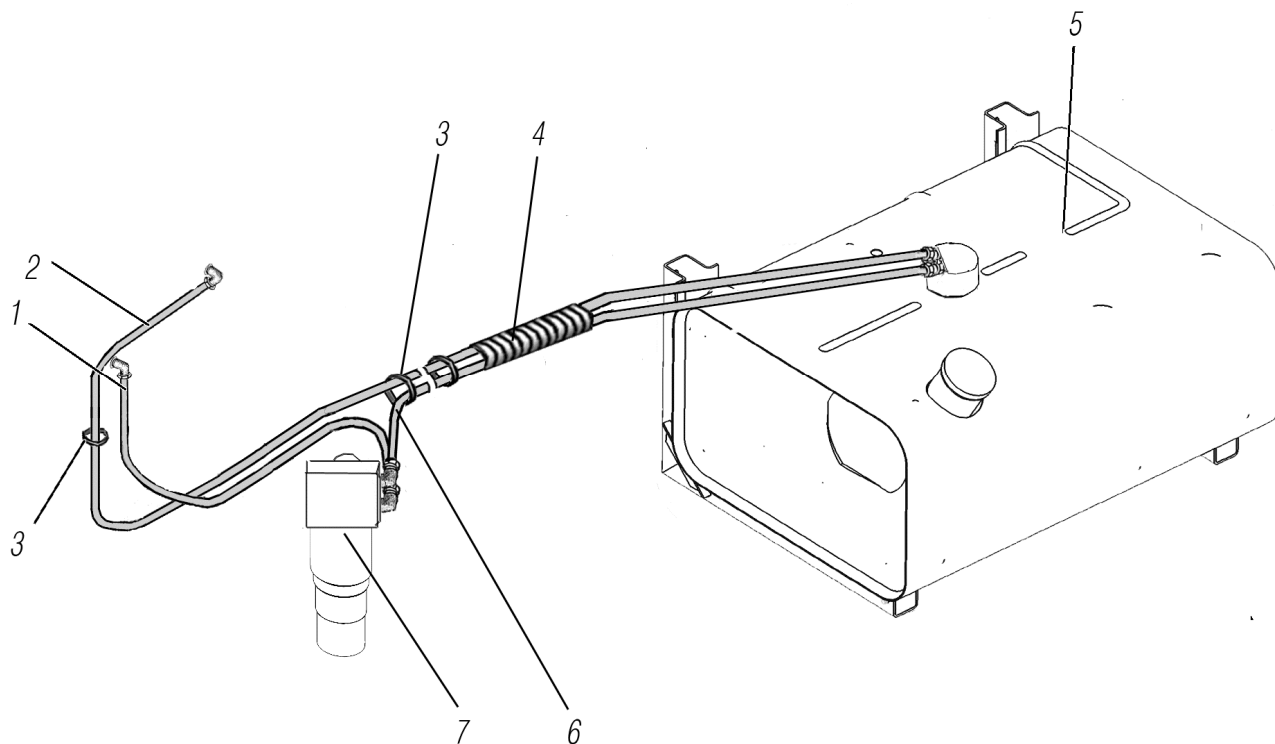

Рисунок 1.6
*¹ См. рисунок 1.6, входит в комплект двигателя
See figure 1.6, It is included into engine delivery set